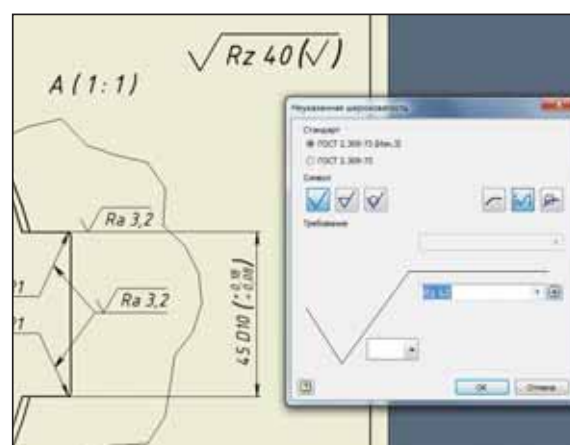

Рис. 10. Шероховатость
- 1) Неуказанная шероховатость и шероховатость. Их обозначения могут соответствовать ГОСТ 2.309-73 и ГОСТ 2.309-73 (Изм. 3). Примеры простановок и соответствующее диалоговое окно показаны на рис. 10.